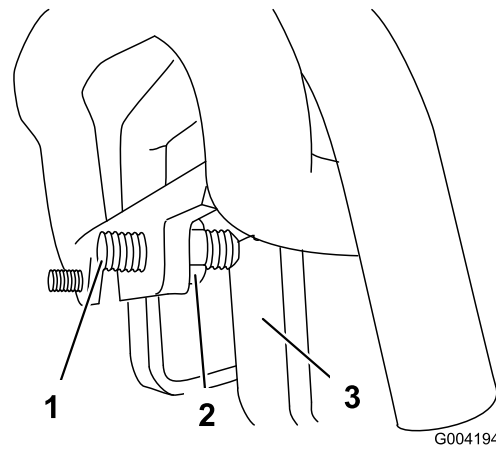

Bild 56
3. Falls die Zugmaschine nach **links** zieht, lockern Sie die **rechte** Klemmmutter und stellen Sie die Spurweiten-Stellschrauben vorne am Fahrtrieb ein (Bild 56).
4. Falls die Zugmaschine nach **rechts** zieht, lockern Sie die **linke** Klemmmutter und stellen Sie die Spurweiten-Stellschrauben vorne am Fahrtrieb ein (Bild 56).